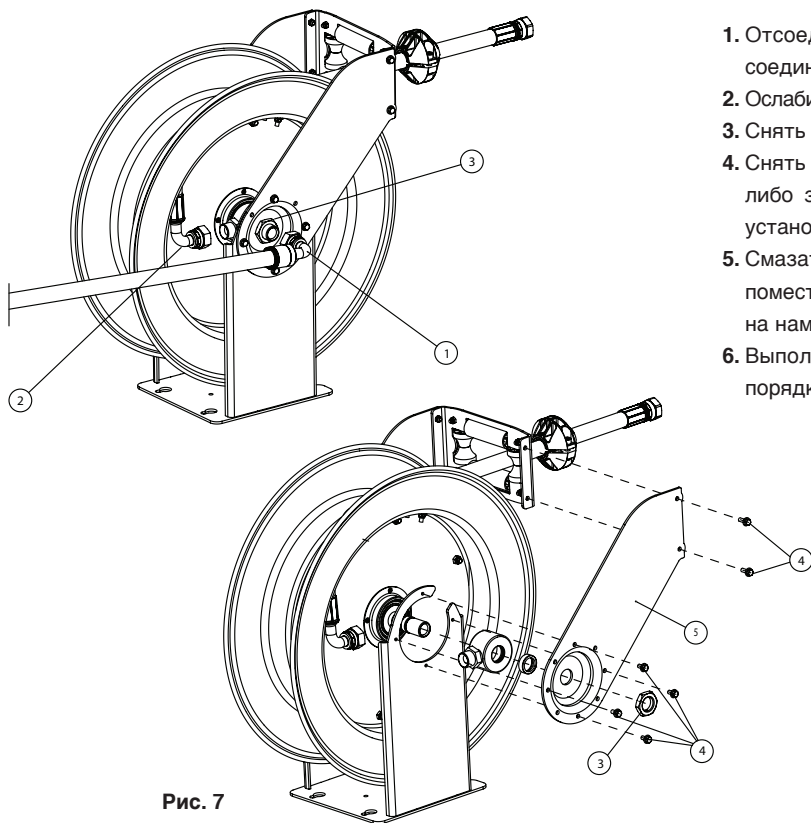
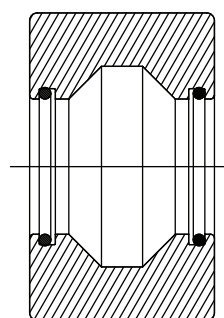

Рис. 7
Рис. 8
1. Отсоединить шланги от входного вала (1) и поворотного соединения (2) (рис. 7).
2. Ослабить установочный винт в гайке (3) и снять указанную гайку.
3. Снять винты (4) и направляющую (5).
4. Снять поворотное соединение и выполнить его замену на новое, либо заменить уплотнения. Убедиться в том, что уплотнения установлены должным образом (рис. 8).